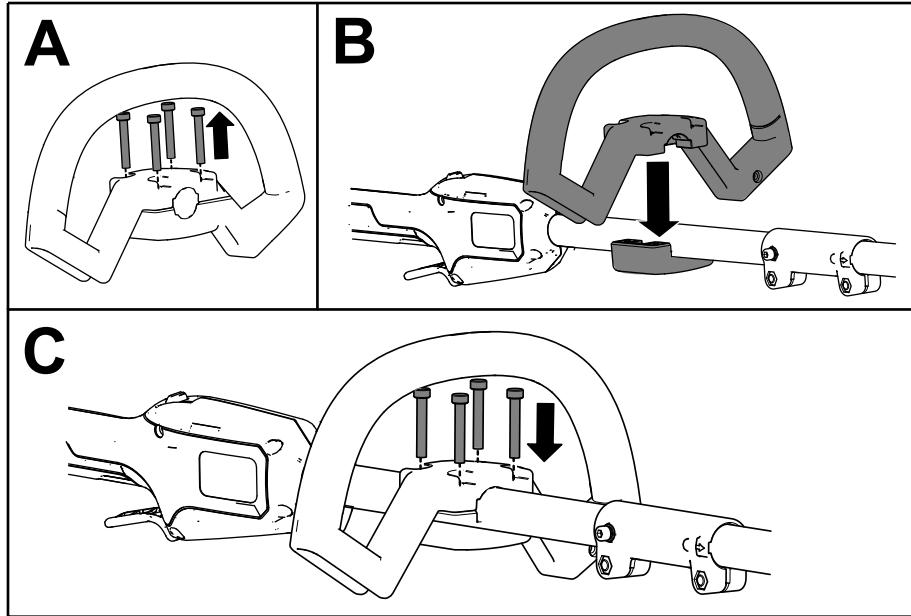

図 5
1. 付属の六角レンチを使ってソケットヘッド ネジ4個を外し、補助ハンドルをハンドルプレートから分離する図5のA。
2. 補助ハンドルをシャフト上の補助ハンドルプレートに位置合わせする図5のB。
3. 前に取り外したソケットヘッド ネジ4本を使って、補助ハンドルをハンドルプレートに固定する図5のC。